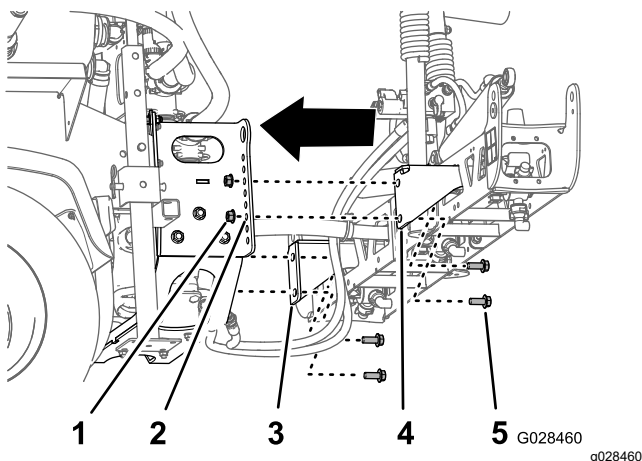

Bild 37
2. Fluchten Sie das untere Loch in der Befestigungshalterung für den Abschnitt des mittleren Auslegers mit dem dritten Loch von unten in den Auslegerstützen am Gestellrahmen des Sprühfahrzeugs aus, wie in Bild 37 abgebildet.